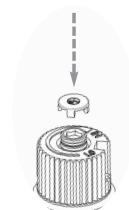

Fig. 6
19) Re-assemble the black protection cap (Fig. 6).